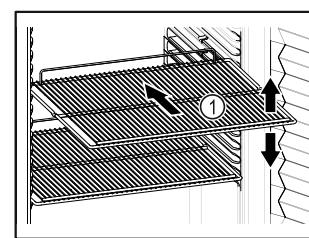

Fig. 39 Príklad zobrazenia
- Ak sa dajú odkladacie rošty Fig. 39 (1) premiestniť, prispôsobte výšku.